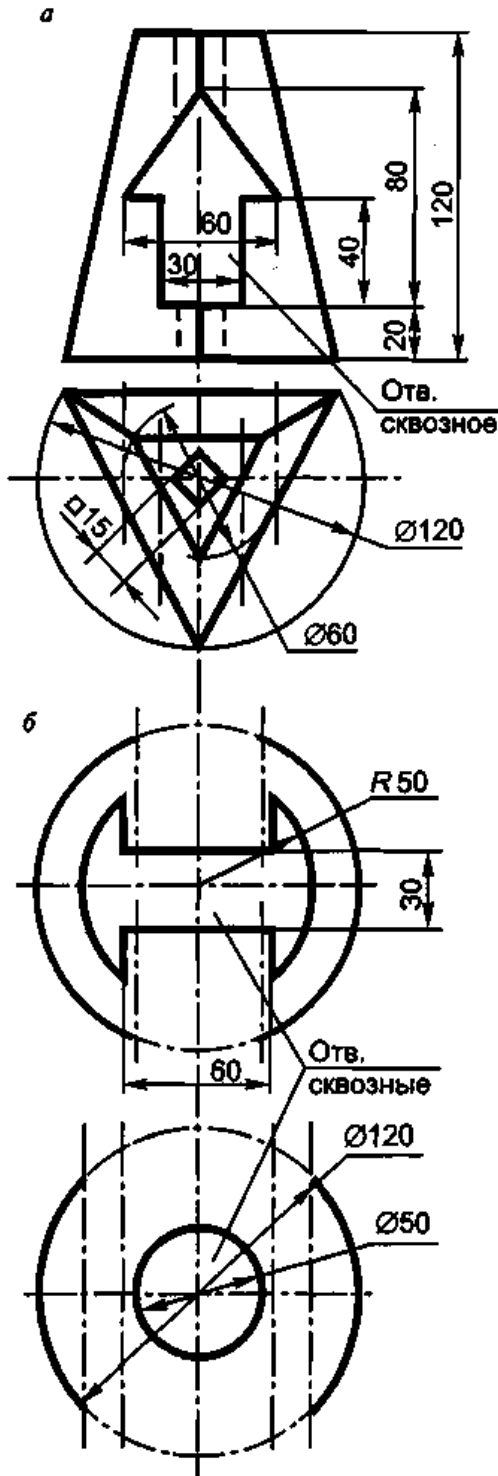

Рис. 2.15
5. Выполнить чертежи треугольной пирамиды (а) и сферы (б) с окнами в трех проекциях с тремя разрезами каждой (рис. 2.15).